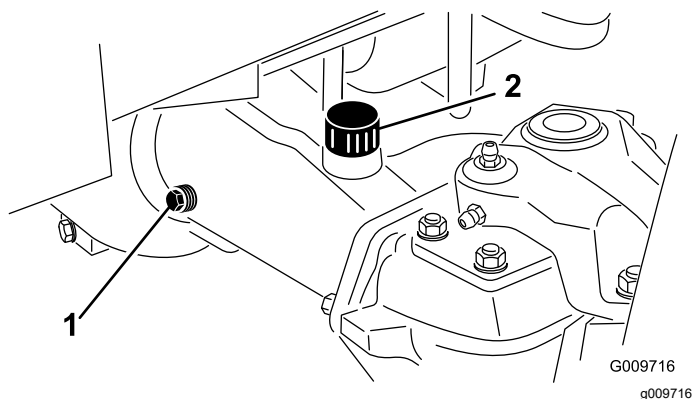

Рисунок 65
2. Снимите контрольную пробку с одного конца моста и убедитесь, что масло доходит до низа отверстия (**Рисунок 65**).